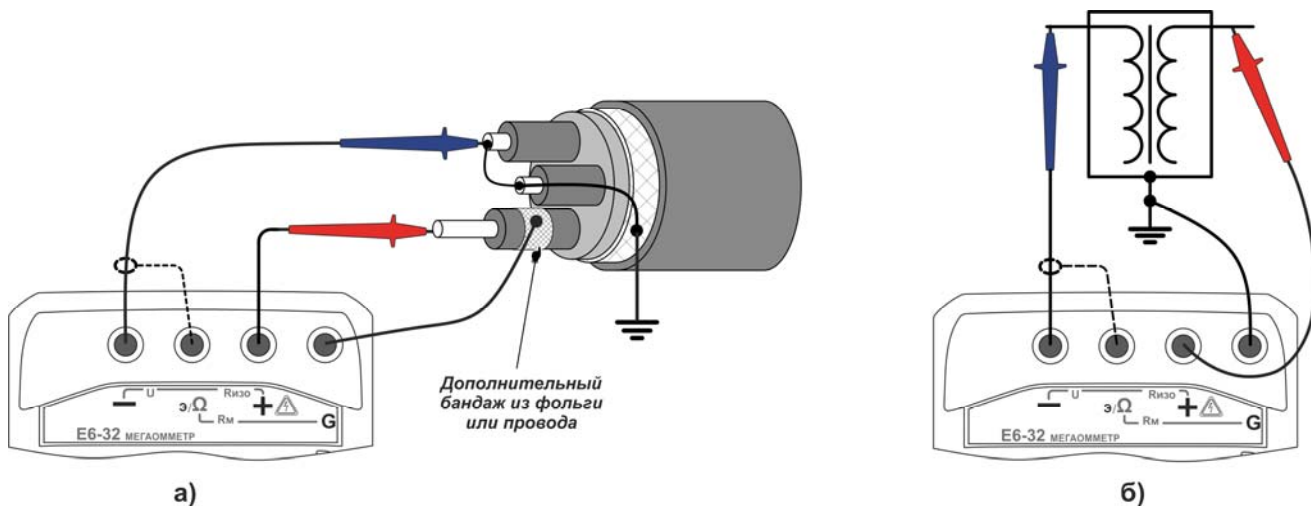

Рисунок 2.6 – Снижение влияния поверхностных токов утечки
*– обычно, если один из контактов измеряемого сопротивления заземлен (рисунок 2.6.а), то к нему рекомендуется подключать «-» мегаомметра. Однако, в случае неустойчивых показаний смена полярности подключения может обеспечить более стабильные показания.*